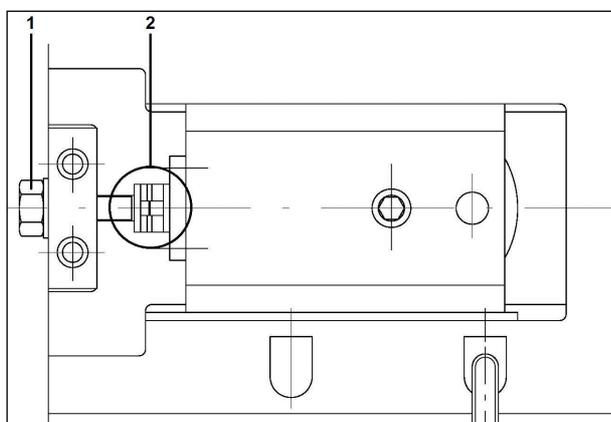

Figure 2
14. Faire tourner l'écrou de tension (1 fig.2) jusqu'à ce que le repère noir soit au centre de la zone blanche (2 fig.2).